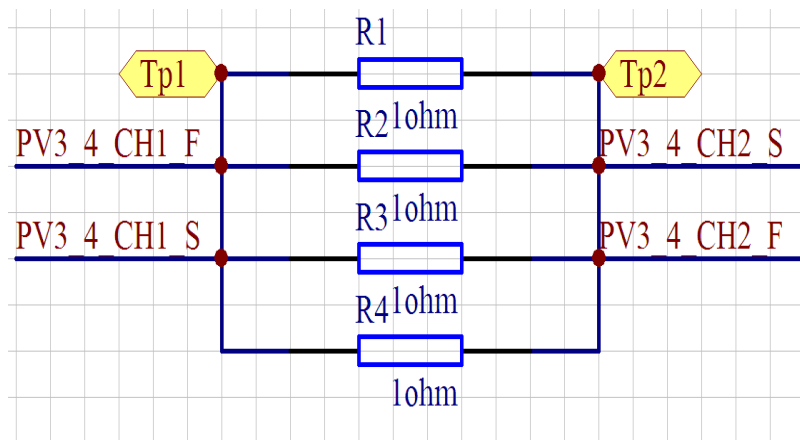

图 2.1 PV3 测试线路图
(1) 示例线路如下图 2.1:
如上图 2.1, R1, R2, R3, R4 并联两端分别接 pv3 的 1 通道和 2 通道, 通过 PV3 给电阻加电流, 测量电阻两端的电压, 根据欧姆定律算出电阻阻值。